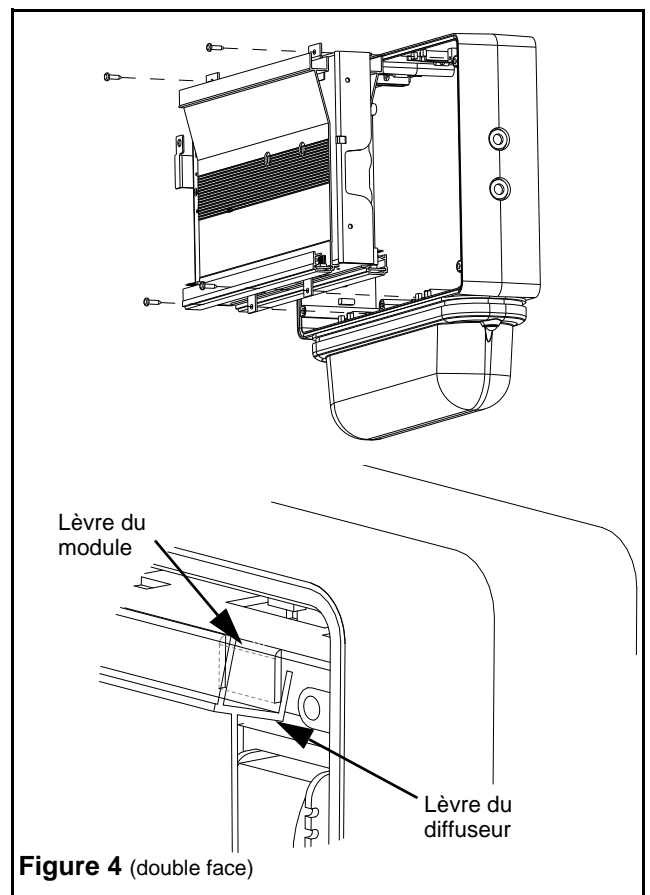

Figure 4 (double face)
- k. Pour les modèles à double face: Assurez-vous avant de remettre en place le module électronique d'installer à nouveau le diffuseur (10) en enclenchant la lèvre du diffuseur sous la lèvre du module et en vissant au bas le diffuseur au module (voir fig. 4).